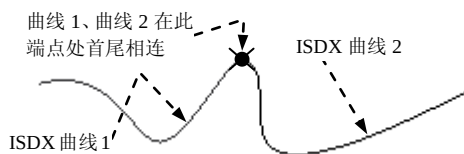

图 8.3.54 单击 ISDX 曲线 2
**曲线编辑**，然后选取图 8.3.54 所示的 ISDX 曲线 2。